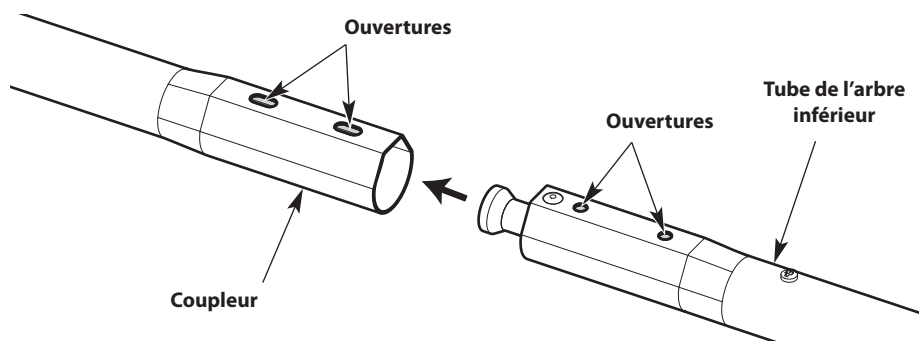
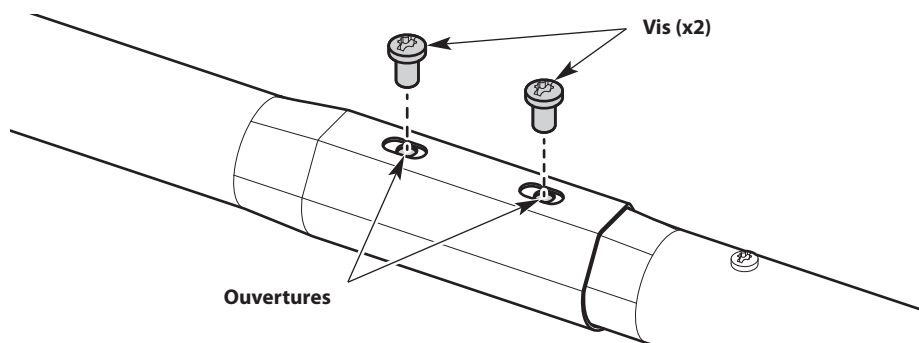

Fig. 5
Fig. 6
2. Retournez la partie supérieure de l'unité. Les orifices situés sur le coupleur doivent être orientés vers le haut (Fig. 5).
3. Retournez la partie inférieure de l'unité. Les orifices situés sur le tube inférieur de l'arbre doivent être orientés vers le haut (Fig. 5).
4. Enfoncez le tube inférieur de l'arbre dans le coupleur (Fig. 5). Les orifices situés sur le tube inférieur de l'arbre devraient s'aligner avec ceux du coupleur (Fig. 6).
5. Insérez les vis (2) dans les orifices enlignés (Fig. 6).